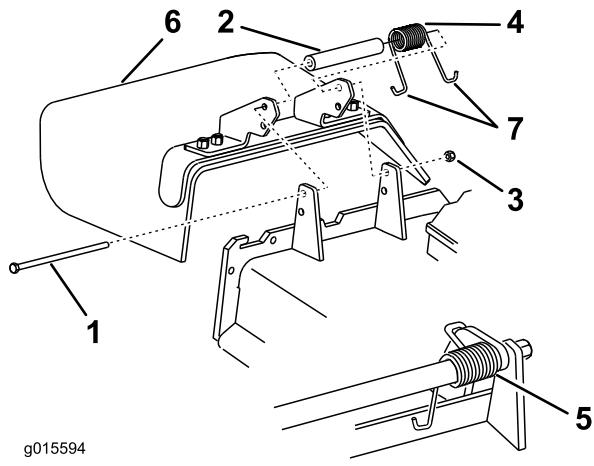

Figure 100
- Remarque:** Prenez soin de placer une extrémité en J du ressort derrière le bord du tablier avant de mettre le boulon en place, comme illustré à la Figure 100.
4. Remettez le boulon et l'écrou. Accrochez l'extrémité en J du ressort au déflecteur d'herbe (Figure 100).
1. Retirez le contre-écrou, le boulon, le ressort et l'entretoise qui fixent le déflecteur aux supports de pivot (Figure 100).